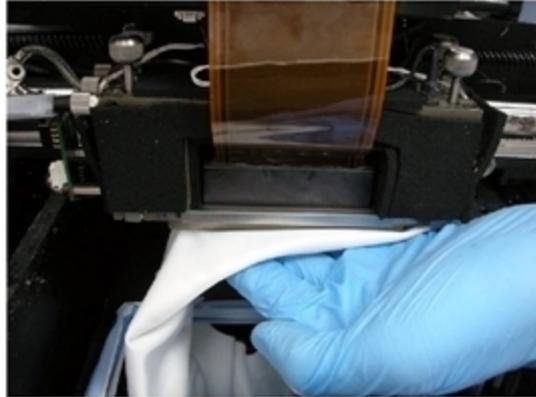

Figura 6-39 Limpieza de los cabezales
9. Limpie las placas de orificio, con un movimiento hacia atrás y adelante (vea la Figura 6-39). Use el espejo para asegurarse de retirar todo el material residual.